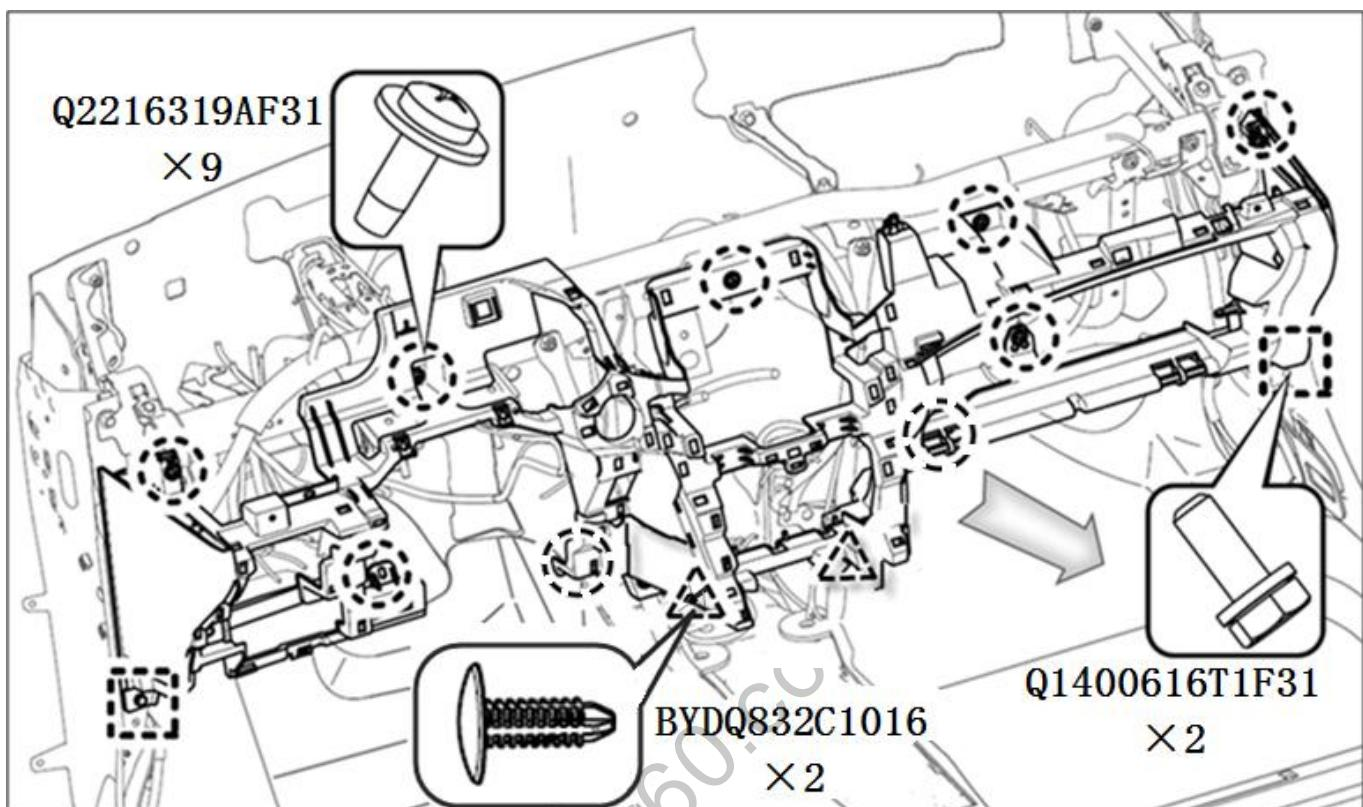

图 1.5.23 下本体总成
- (1) 拆卸前应先了解仪表板下本体结构及各紧固元件位置（见图 1.5.23）
- (2) 用十字螺丝刀将九个十字槽盘头自攻螺钉 (Q2216319AF31) 拆卸下来，用六角套筒 (10号) 将两个六角头螺栓 (Q1400616T1F31) 拆卸下来，用一字螺丝刀将两个叶子片卡扣 (BYDQ832C1016) 拆卸下来。
- (3) 确认与线束连接全部断开后，即可沿图 1.5.23 中的箭头方向将仪表板下本体拆分下来。